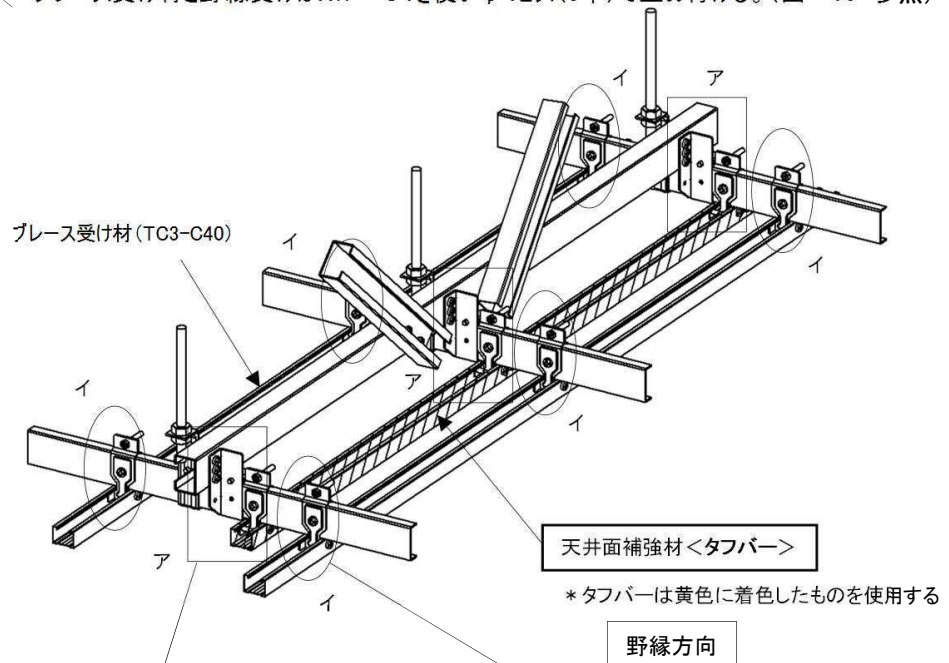

図 2-15 ブレース下部接続方法
・ 野縁方向については、ブレース下部に3本の野縁受けをつなぐ天井面補強材<タフバー>を直下に配置し、ビスクリップで取り付ける。(図2-15参照)
- ・ ブレース受け材と野縁受けはNWD-C4を使いφ4ビス(3本)で止め付ける。(図2-15 参照)